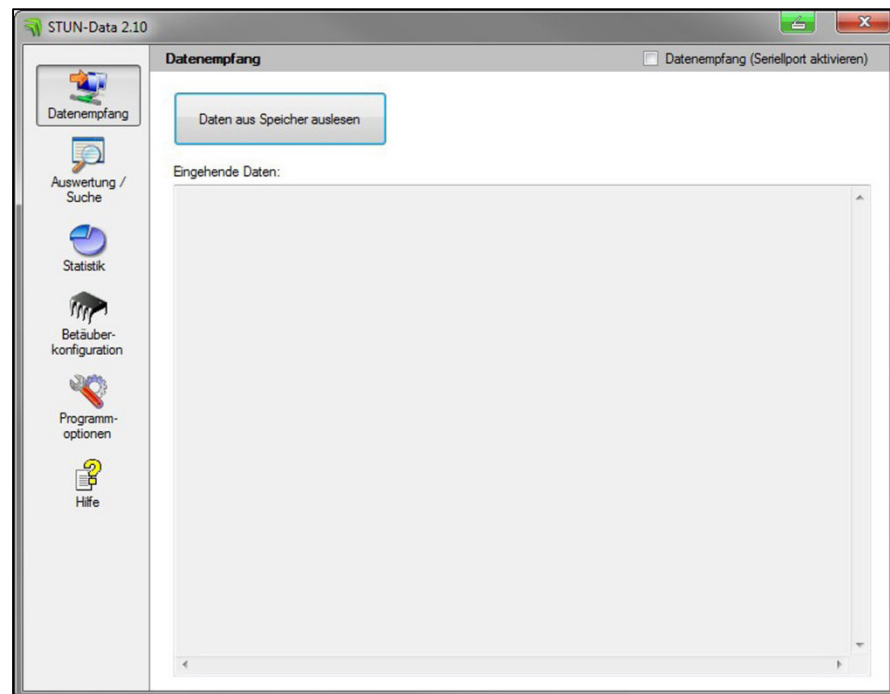

Abb. 6-6 Leere Liste vor dem Auslesen des Datenspeichers STUN-EMEM01
2. Klicken Sie auf der Programmoberfläche auf „Datenempfang“. *Die Liste „Eingehende Daten:“ ist leer (→ Abb. 6-6)*